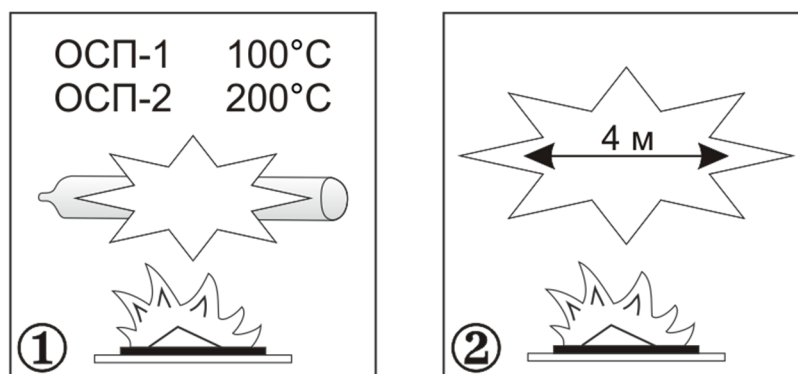

Рис.1 Температура срабатывания ОСП и зона возможного разлета осколков при срабатывании.
4.1 ОСП представляет собой герметичную стеклянную колбу, заполненную огнетушащим порошком и газообразователем. При возникновении возгорания и нагреве до 100°C (ОСП-1) или 200°C (ОСП-2) газообразователь разлагается с большим газовыделением, давление в колбе интенсивно увеличивается, что приводит к её разрушению и импульсному выбросу огнетушащего порошка (см. рис.1).
5.3. Зона возможного разлета осколков при срабатывании до 4 м (см. рис.1).